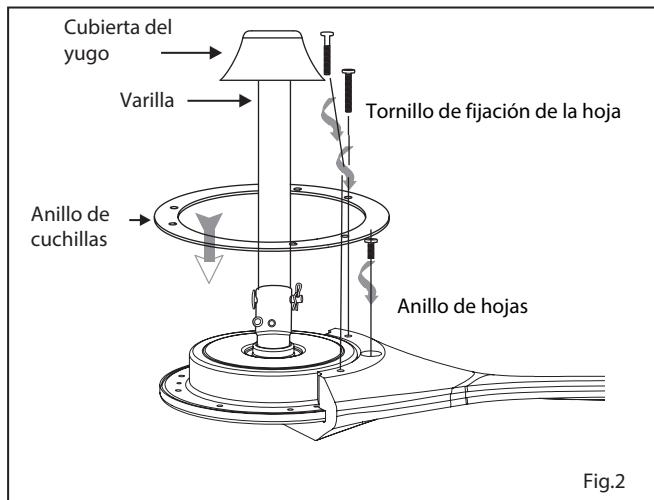

Fig.2
- 1 Localice los 9 tornillos de fijación de la hoja. Deslice una cuchilla sobre el motor como se muestra en la Fig.2, alineando los orificios de la hoja con los orificios del borde del motor.